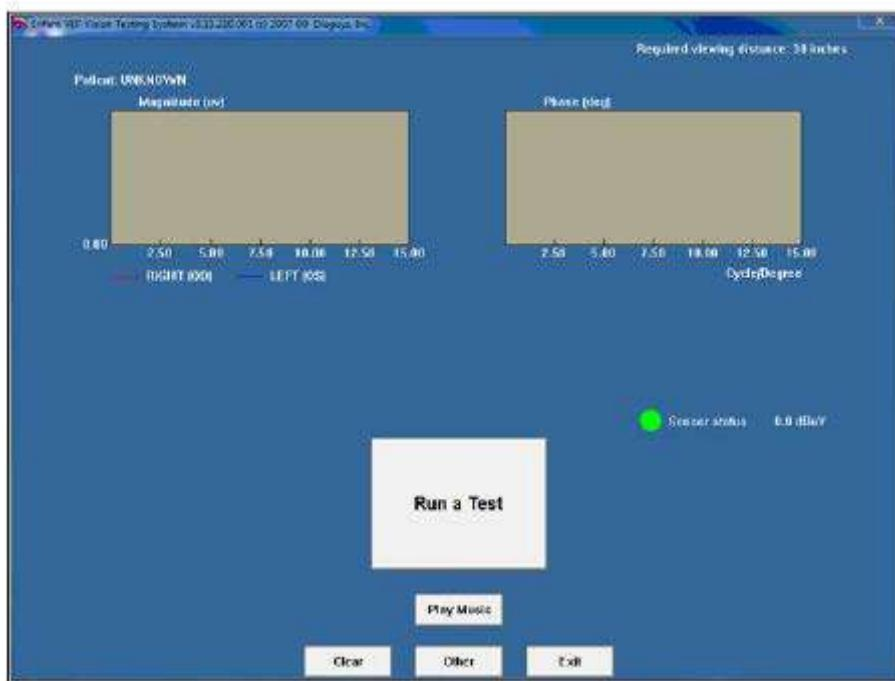

Figura 113: Tela Principal Enfant®
1. Dentro da tela principal do Enfant, selecione Executar um Teste (**Figura 113**).